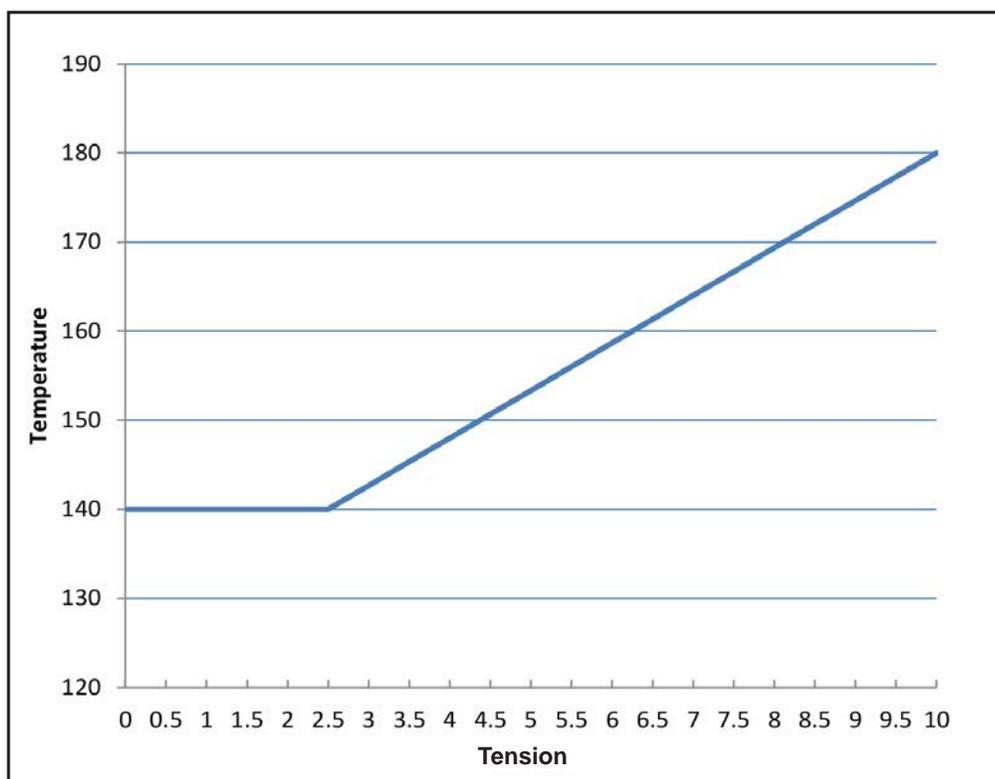

Figure 29. Exemple de point de consigne externe
- L'utilisation des valeurs par défaut du Point de consigne max. (82 °C/180 °F), Point de consigne min. (60 °C/140 °F), Demande min. (2,5 VCC), Demande max. (10,0 VCC), l'appareil produit la courbe de point de consigne illustrée dans la **Figure 29**.